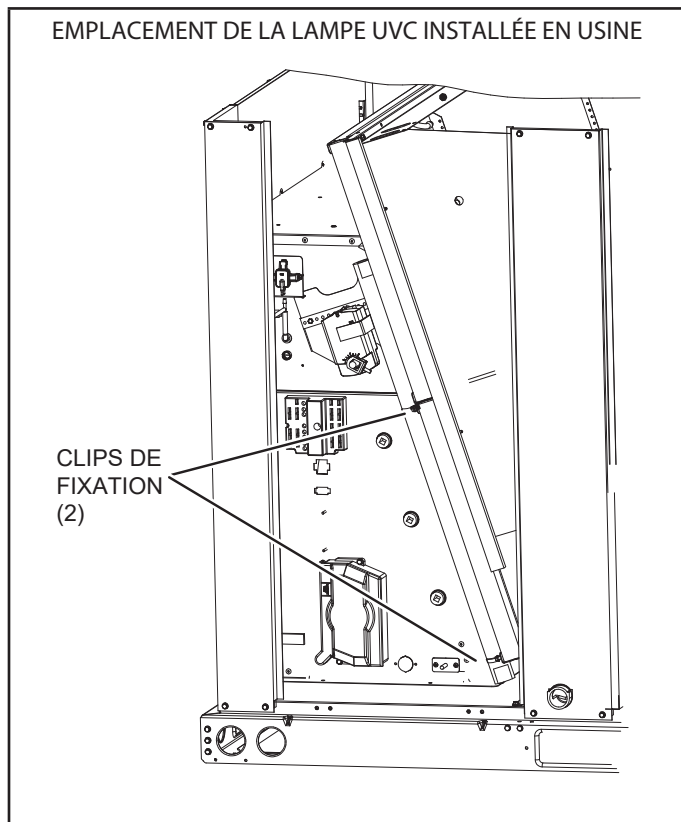

FIGURE 42
- 1 - Coupez les serre-fils et retirez la lampe UVC attachée au porte-filtre. Reportez-vous à la FIGURE 42.